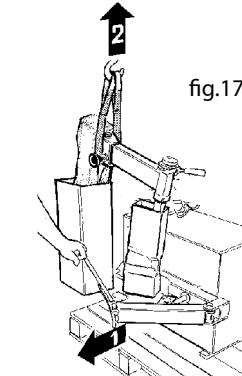

fig.17
- Aprire il braccio stallonatore come da fig.17 e sollevare il palo con un paranco (2).
- Open the bead breaking arm as shown in fig.17 and raise the column with a hoist (2).
- Ouvrir le bras détalonner selon la fig.17 et lever la potence au moyen d'un treuil (2).
- Die Abdrückkralle wie in Abb. 17 öffnen und die Tragsäule mit einem Flaschenzug hochziehen (2).
- Abra el brazo destalonador como muestra la fig. 17 y levante la columna con un gato (fig.17) (2).